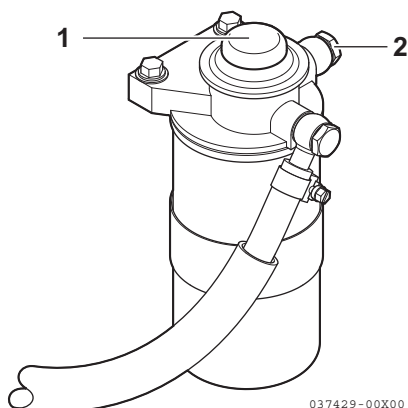

Abbildung 4
3. Entlüftungsschrauben (**Abbildung 4, (2)**) um zwei bis drei Drehungen lockern.
4. Die Ansaugpumpe auf- und niederdrücken (**Abbildung 4, (1)**), damit die Luft aus der Entlüftungsschraube entweicht.